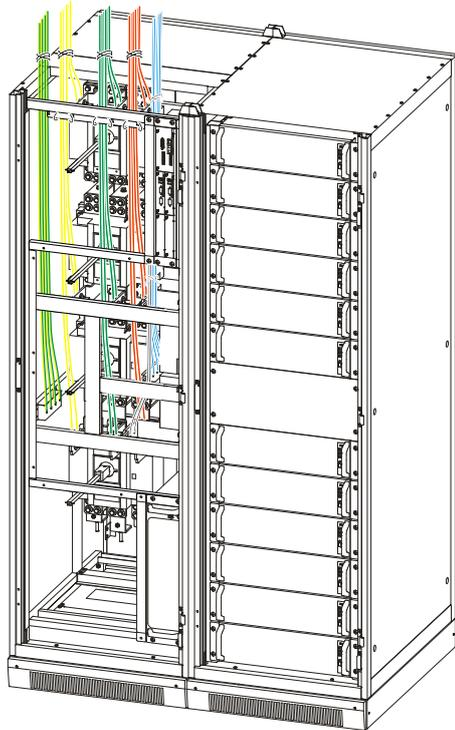
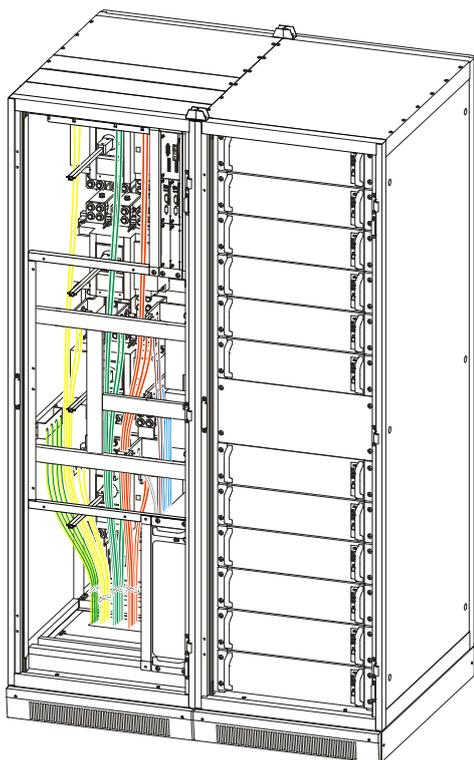

Рис. 3.34 Схема подключения кабелей (верхнее подключение)
Рис. 3.35 Схема подключения кабелей (нижнее подключение)
- После подключения зафиксируйте кабели стяжками (как показано на Рис.3.34, Рис. 3.35), установите на место крышку кабельного отсека и рукоятки переключателей.